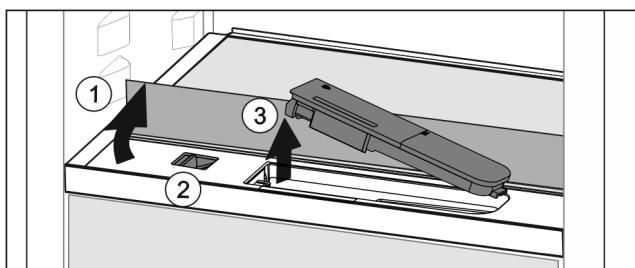

Fig. 44
- Nadvihnite sklenú dosku a až na doraz ju sklopte dozadu Fig. 44 (1).
- Potlačte posúvač Fig. 44 (2) dol'ava.
- Vyberte nádržku na vodu Fig. 44 (3).